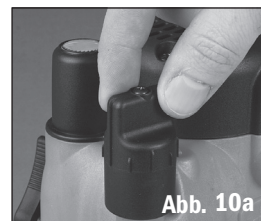

Abb. 10a
1. Lösen Sie den Auswahlknopf für die Schneidetiefe und vergewissern Sie sich, dass die Tiefeneinstellung entriegelt ist (**Abb. 10a**).